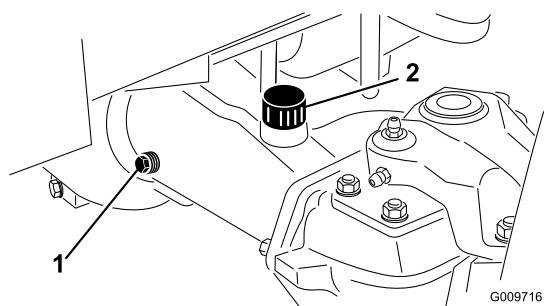

Figura 44
2. Togliete il tappo di controllo da un'estremità del ponte (Figura 44) e verificate che il lubrificante raggiunga la base del foro. Se il livello è basso, togliete il tappo di riempimento (Figura 44) e